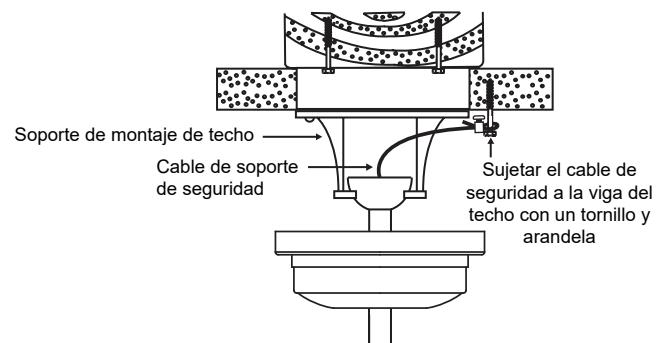

Fig. 10
**Paso 1.** Coloque el tornillo para madera y las arandelas en la viga del techo junto con el soporte de montaje, pero no lo ajuste. (**Fig. 10**)